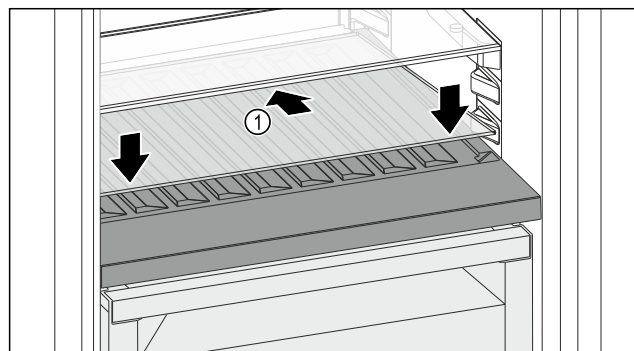

Fig. 143
- Glasplatte Fig. 143 (1) schräg und nach hinten unten geneigt ansetzen.
- Glasplatte Fig. 143 (1) vorne absenken.